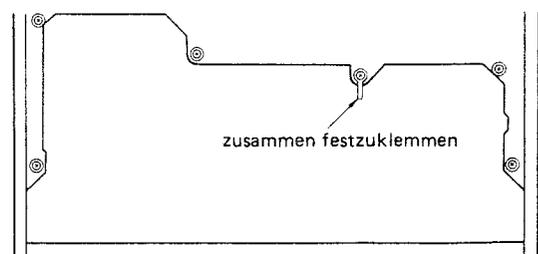

Abb. 4
- 2) Lösen Sie die sechs Schrauben (gelbliche Holzschrauben, 4 x 10) und die Unterlegscheiben, die sich im Innern des Gehäuses befinden (siehe Abb. 4).